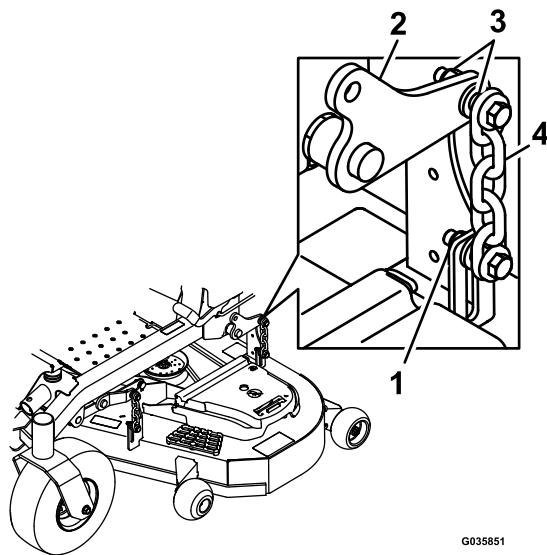

Рисунок 80
13. Ослабьте контргайки (Рисунок 80) на всех 4 углах и убедитесь, что дека газонокосилки надежно опирается на все 4 подставки.